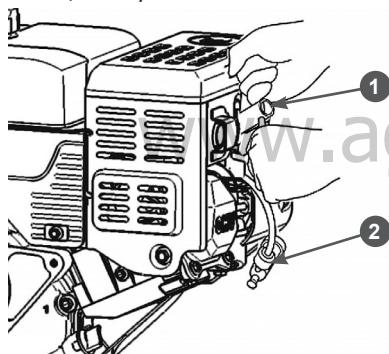

Рис. 37. Обслуживание свечи зажигания
- Снимите со свечи зажигания колпачок 1 высоковольтного провода и удалите грязь вокруг свечи зажигания (Рис. 37).
- Открутите свечу зажигания свечным ключом 2 (Рис. 37).